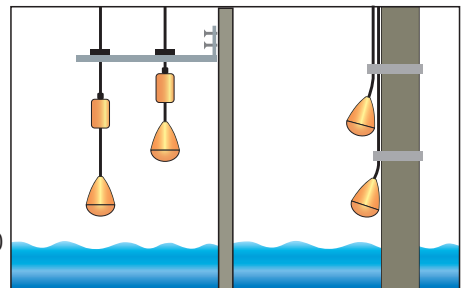

Abbildung 1
**Montage:** Die Niveauregler M2 haben aufgrund ihrer Baugröße kein internes Gewicht. Sie müssen daher an ihrem Schaltpunkt fixiert werden. (Siehe „Abbildung 1“). Zwischen dem Fixpunkt und dem Regler muss min. 15 cm Abstand gehalten werden. Wir empfehlen zur korrekten Montage das optionale Zubehör „Haltewinkel“ (40 02) und ein Gewicht (z.B. 40 00) zu verwenden. **ACHTUNG: Das Gewicht muss vor der Montage über das Kabel**